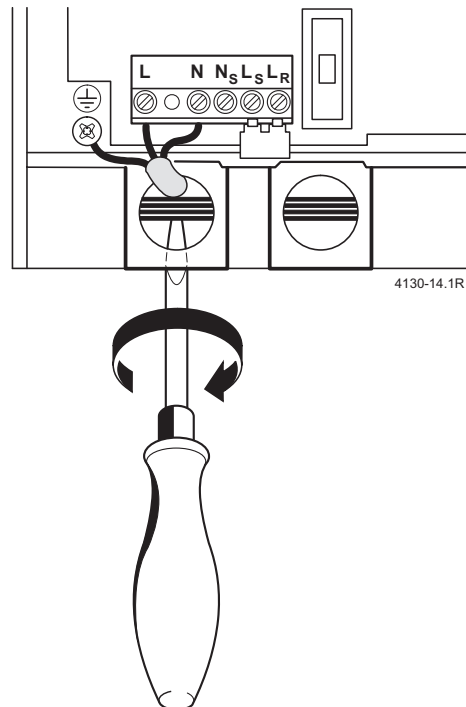

Fig. 11
- ▶ Faire passer le câble par le dispositif de décharge de traction et le raccorder conformément à la figure 11.